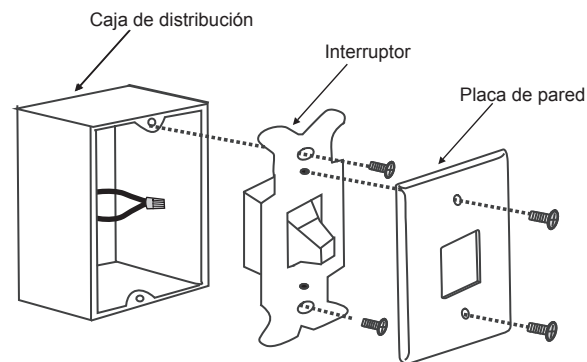

Fig. 23
**Paso 1.** Retire la placa de pared existente y el antiguo interruptor de la caja de distribución de pared. Conecte con una tuerca las terminaciones de cables NEGROS (calientes) entre sí y vuelva a empujarlos al interior de la caja de distribución. (Fig. 23)